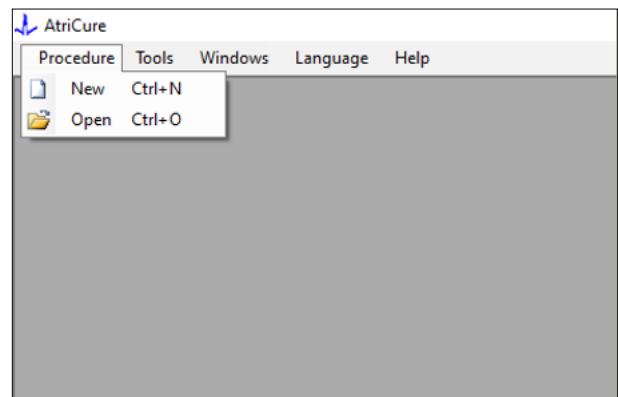
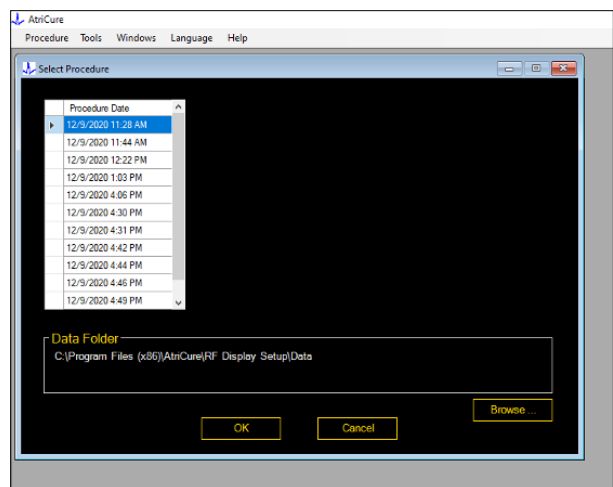

Abbildung 6: Option zum Öffnen einer bestimmten Ablation zur Überprüfung
Abbildung 7: Auswahl der zuvor durchgeführten Ablation zur Überprüfung (Bild nur zur Referenz)
1. Wählen Sie „Vorgehensweise“ > „Öffnen“ (siehe **Abbildung 6** und **Abbildung 7**):